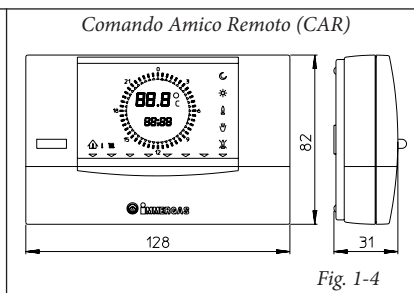
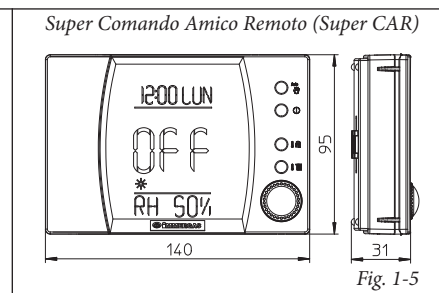

Fig. 1-4
Fig. 1-5
- Sono disponibili 2 tipologie di comandi remoti: Comando Amico Remoto (CAR) (Fig. 1-4) e Super Comando Amico Remoto (Super CAR) (Fig. 1-5) entrambi con funzionamento di cronotermostati climatici. I pannelli dei cronotermostati consentono all'utente, oltre alle funzioni illustrate al punto precedente, di avere sotto controllo e soprattutto a portata di mano, tutte le informazioni importanti relative al funzionamento dell'apparecchio e dell'impianto termico con la opportunità di intervenire comodamente sui parametri precedentemente impostati senza necessità di spostarsi sul luogo ove è installato l'apparecchio. Il pannello è dotato di autodiagnosi per visualizzare sul display eventuali anomalie di funzionamento della caldaia. Il cronotermostato climatico incorporato nel pannello remoto consente di adeguare la temperatura di mandata impianto alle effettive necessità dell'ambiente da riscaldare, in modo da ottenere il valore di temperatura ambiente desiderato con estrema precisione e quindi con evidente risparmio sul costo di gestione. Il cronotermostato è alimentato direttamente dalla caldaia tramite gli stessi 2 fili che servono per la trasmissione dati fra caldaia e cronotermostato.